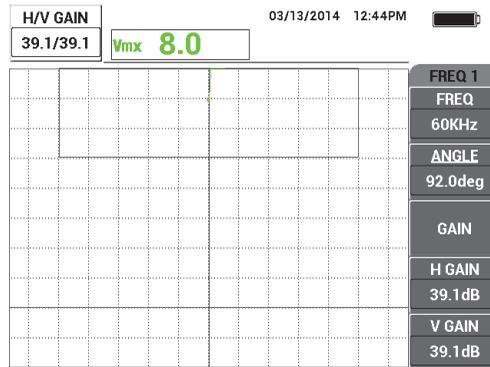

Figura 5-87 Ajuste de ganancia
8. Pulse la tecla ERASE () y coloque nuevamente la sonda sobre la muestra. En este caso, utilice un punto de despegue o un valor de espesor de pintura más alto; por ejemplo, el espesor de tres tarjetas de visita. Después, pulse la tecla GAIN (**dB**) e incremente la ganancia hasta que el punto real se encuentre entre el área de pantalla y aproximadamente al 90 % de la altura de la pantalla. Vea la Figura 5-87 en la página 208.